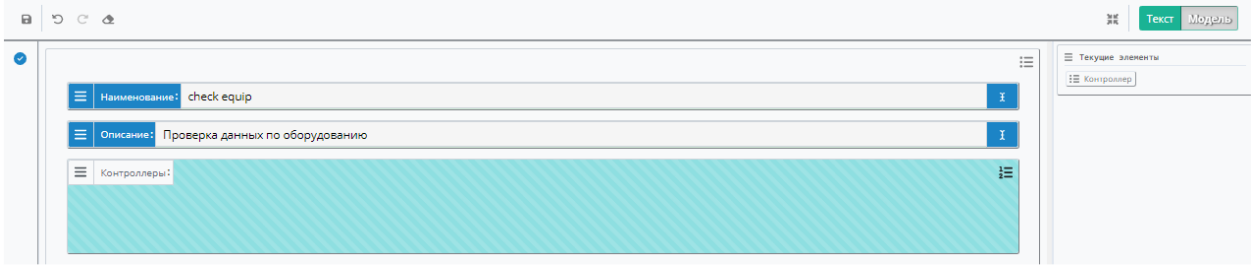

Рисунок 84. Палитра редактора
4) Правила создаются путем переноса необходимых элементов из палитры в рабочую область. При клике на элемент «Контроллеры», в правой палитре высвечиваются доступные для данного элемента компоненты, с которыми также можно работать. Для удобства форму редактора можно развернуть (Рисунок 84).